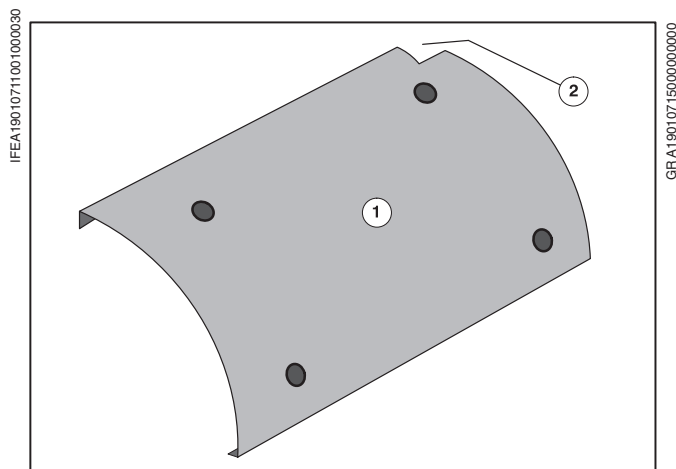
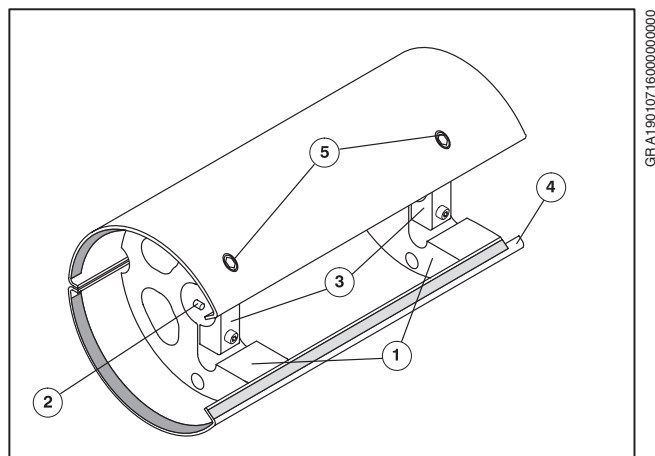

Рис. 32 Выводной барабан Super Blue, обшивка
Рис. 33 Выводной барабан Super Blue, монтаж
При монтаже крышку (Рис. 32/①) установить так, чтобы выемка (Рис. 32/②) прилежала к **полю захватов** на **стороне обслуживания**.
- ① Держатели (Рис. 33/①) крышки надеть на вал так, чтобы направляющие штифты (Рис. 33/②) располагались в пазу вала.
- ② Крепежные элементы (Рис. 33/③) на стороне привода и на стороне обслуживания привинтить (винтами с цилиндрическими головками) к кронштейнам (Рис. 33/①) так, чтобы держатели на валу могли передвигаться в стороны.
- ③ Машину поворачивать, пока не станут видны отверстия в кронштейнах для крепления крышки.
Крышки монтировать так, чтобы **выемка** крышки (Рис. 32/②) прилежала к **полю захватов** на **стороне обслуживания**.
- ④ Положить крышку и защелкнуть ее в держателях.
- ⑤ Держатели сдвигать в сторону, пока отверстия в крышке (Рис. 33/⑤) не окажутся над отверстиями в держателях.
- ⑥ Наживить, но не затягивать 4 винта с потайными головками на держателях.
- ⑦ Машину повернуть дальше и укрепить вторую крышку аналогично.
- ⑧ Выводной барабан Super Blue между зубчатыми колесами выставить по центру.